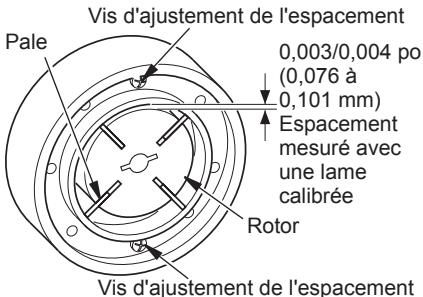

Figure 30 - Emplacements des vis d'ajustement de l'espacement
9. Vérifiez l'écart sur le rotor. Ajustez à 0,076/0,101 mm (0,003"/0,004") au besoin (voir figure 30, page 15). *Remarque :* donnez un tour complet au rotor pour assurer que l'écart est de 0,076/0,101 mm (0,003"/0,004") à sa position la plus serrée. Ajustez au besoin.